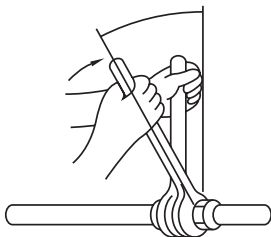

Fig. 5-8
- A csövek ülőfelületét vonja be vékonyan klímaolajjal. (Fig. 5-8)